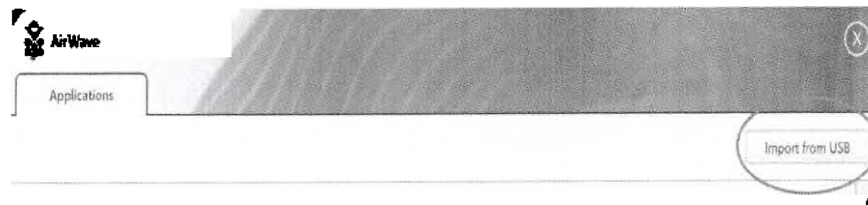

Рисунок 2. Импорт с USB в AirWave
1. В AirWave (Рисунок 2) нажмите кнопку **Import from USB** (Импортировать с USB).